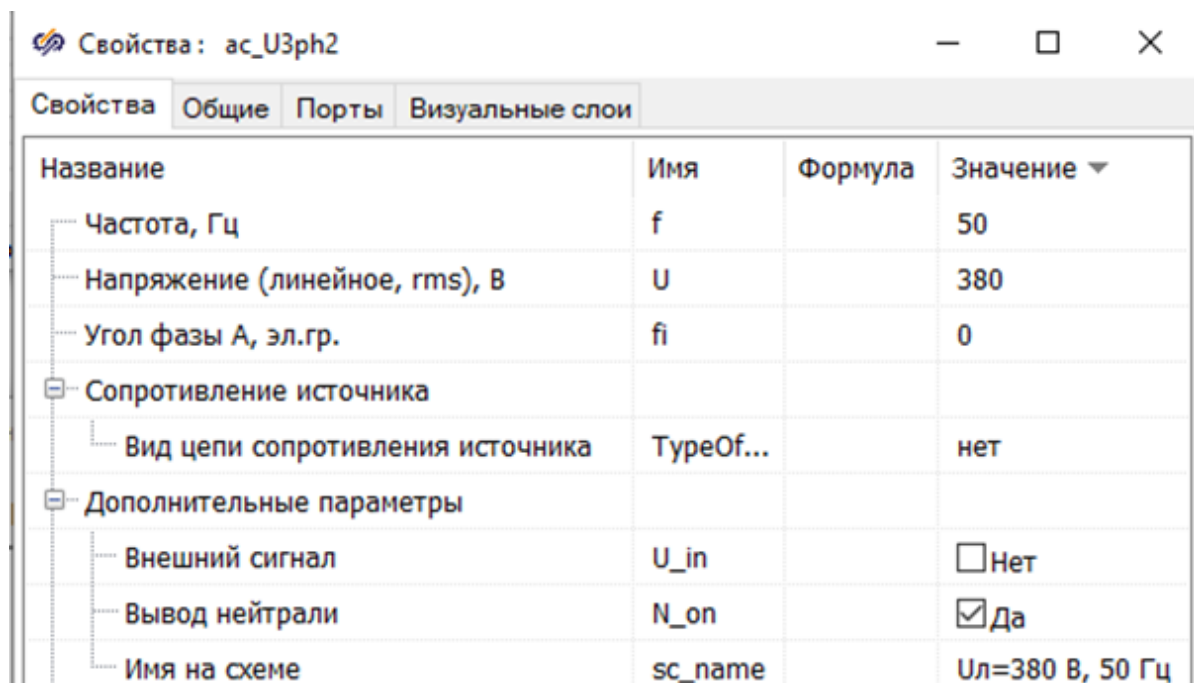

Рис. 4.2
2. Задать в окне свойств для блоков **Источник напряжения 3-фазный (1 л. сх.)** и правого блока **Шина-преобразователь схемы 1–3 линейная** значения параметров, приведенных на рис. 4.2, 4.3.